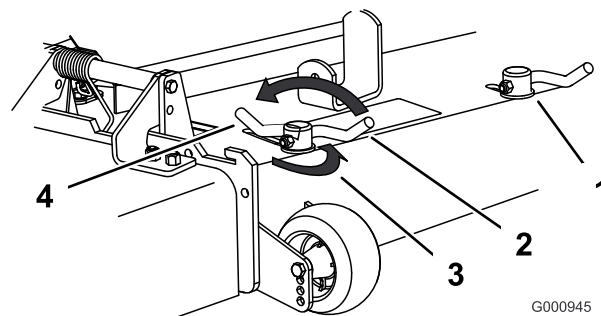

Figura 23
3. Para ajustar os bloqueios do excêntrico, rode a alavanca para cima para soltar o bloqueio do excêntrico (Figura 23).
5. Rode novamente a alavanca para apertar o abafador e os bloqueios do excêntrico (Figura 23).